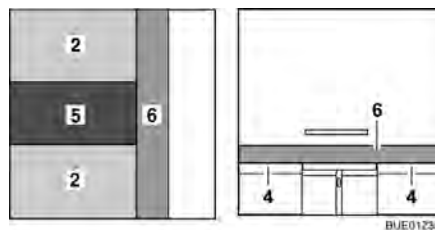

Fig. 90 Après la transformation
- Placer le coussin supplémentaire (Fig. 90,5) sur la table.
- Placer le coussin supplémentaire (Fig. 90,6) entre les rallonges de coffres de banquette (Fig. 90,4).